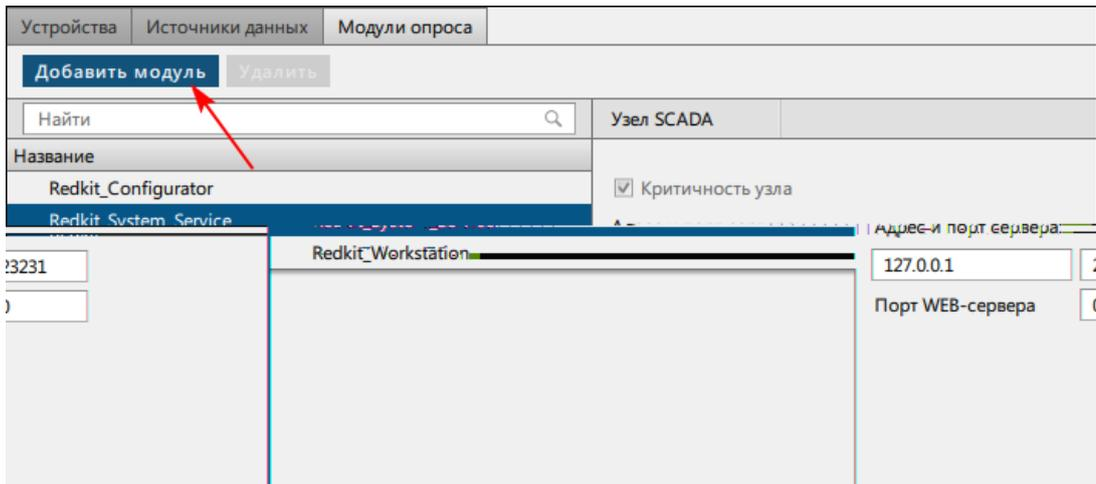

Рисунок 194 - Добавить модуль
- На вкладке **Модули опроса** у сервисного узла(ов) (*Redkit\_System\_Service* или *Redkit\_Master* и *Redkit Slave*, в зависимости от типа конфигурации) нажмите **Добавить модуль** (Рисунок 194).